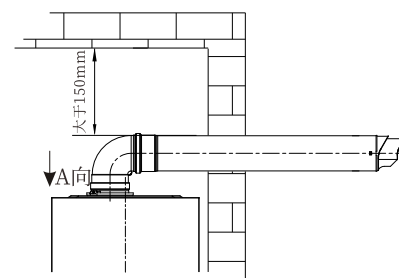

图3.6a
- (1) 同轴烟道的安装要严格按照CJJ12-99及其它相关标准操作，烟道出口位置与周围建筑物开口的距离选择也要符合其标准要求，如图3.6a所示。
- (2) 为防止同轴烟道上的排气孔和进气孔被堵塞，应将同轴烟道伸出墙外。
- (3) 同轴烟道安装接触或穿过房屋墙壁的管道时，相对环境的表面温升应小于等于60K，当该温升超过60K时，应在同轴烟道通过易燃材料组成的墙体时；必须覆盖厚度在20mm以上的不耐耐高温材料围护，确保墙体表面温升小于等于60K。
- (4) 同轴烟道与其穿过的墙壁上的圆孔之间的间隙，不得用水泥类东西填充，请使用随机附件的烟道法兰密封，否则不利于维修操作。
- (5) 同轴烟道的外表面应与上面的建筑物相距45mm以上。
- (6) 若使用加长管，所有的接口处必须密封，不得使废气漏入室内。
- (7) 烟道口位置必须位于不会造成公害的地方。
- (8) 壁挂炉必须与同轴烟道连接且须导出室外（如3.6b），没有烟管，停止壁挂炉运行。
- (9) 排烟温度最高可达到90℃，因此使用排烟管时应注意其材质能否在该温度下长期运行。
- (10) 由于排烟管具有一定的温度，因此不可连接到易受热变形管道上（如不耐高温的塑料管和内部有涂层的管道）。